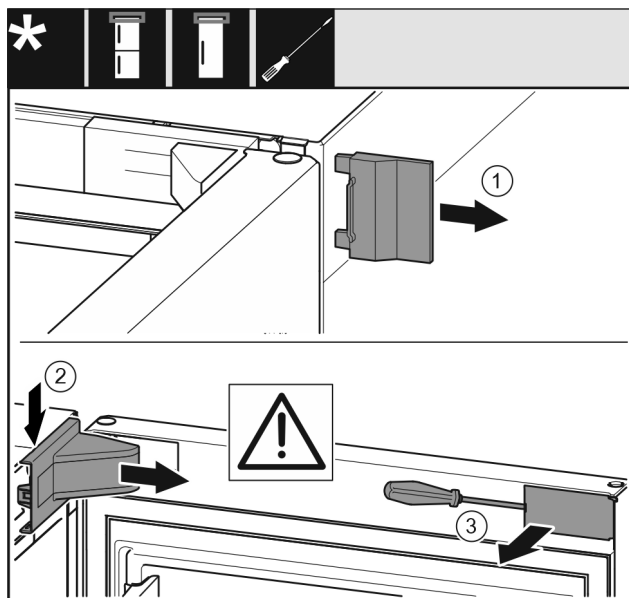

Fig. 9
- ▶ Retirar la cubierta exterior. Fig. 9 (1)
- ▶ Desenganchar y soltar la cubierta del soporte de apoyo. Retirar la cubierta del soporte de apoyo. Fig. 9 (2)
- ▶ Desenganchar el panel con el destornillador para tornillos de cabeza ranurada y moverlo a un costado. Fig. 9 (3)